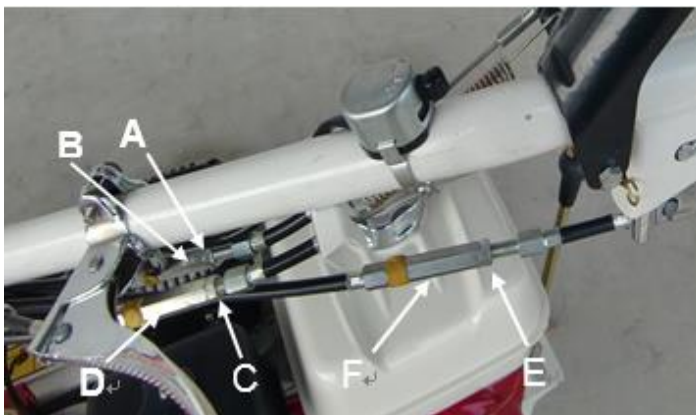

Figura 18
•Se la macchina non si arresta quando la leva nera della frizione unità viene rilasciata, regolare la tensione del filo come segue: svitare il dado di bloccaggio (A Figura 18) e svitare il dado lungo B. Provare di nuovo la macchina. Eseguire di nuovo la regolazione, se necessario. Quando la regolazione è corretta avvitare il dado A sul dado B.
•Se la macchina non si muove quando si preme la leva nera della frizione, regolare la tensione del filo come segue: svitare il dado di bloccaggio (C Figura 18) e svitare il dado lungo D. Provare di nuovo la macchina. Eseguire di nuovo la regolazione, se necessario. Quando la regolazione è corretta avvitare il dado C sul dado D.
- Svitare il dado di bloccaggio (E, Figura 18,19).